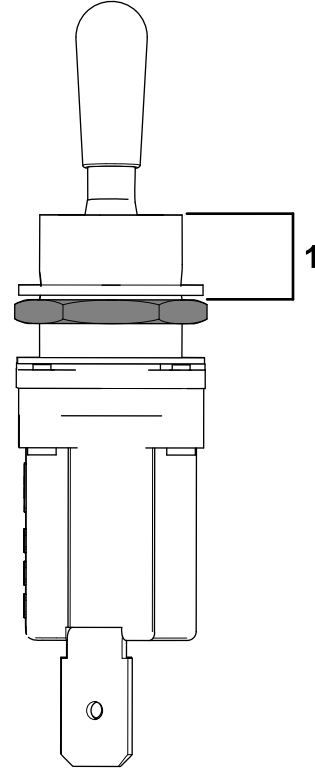

Figura 8
7. Desde la parte superior de las roscas del interruptor basculante, ajuste la profundidad de la tuerca hexagonal inferior a 7,9 mm, como se muestra en la Figura 8.